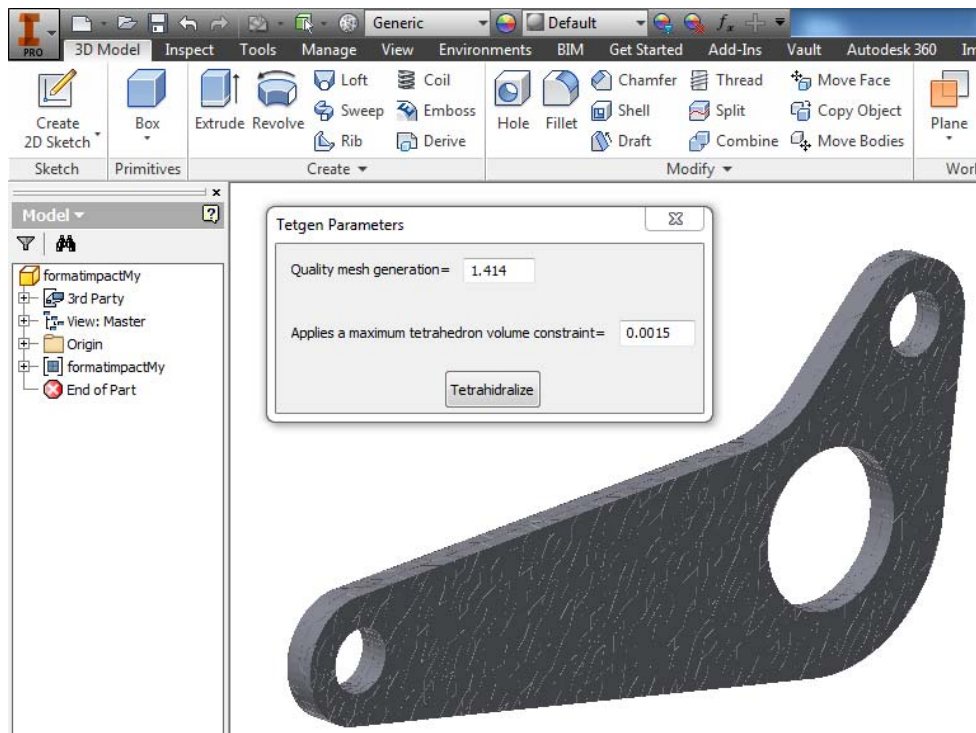

Рис. 5. Деталь розбивається на сітку елементів
- деталь розбивається на сітку елементів (рис. 5);